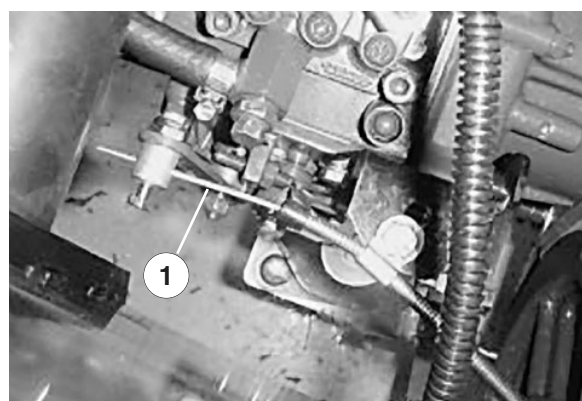

Figure 34
1. Réglez le câble d'accélérateur (Fig. 34) de sorte que le levier du régulateur sur le moteur touche les vis de réglage de ralenti et de régime maximum avant que la manette d'accélérateur touche la fente dans le tableau de bord.